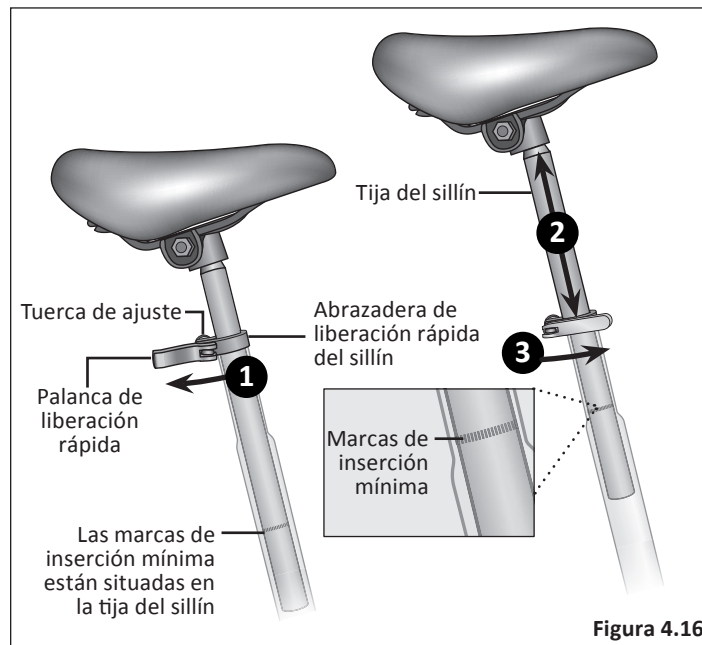

Figura 4.16
- 1 Desbloquee la palanca de liberación rápida. **Figura 4.16**